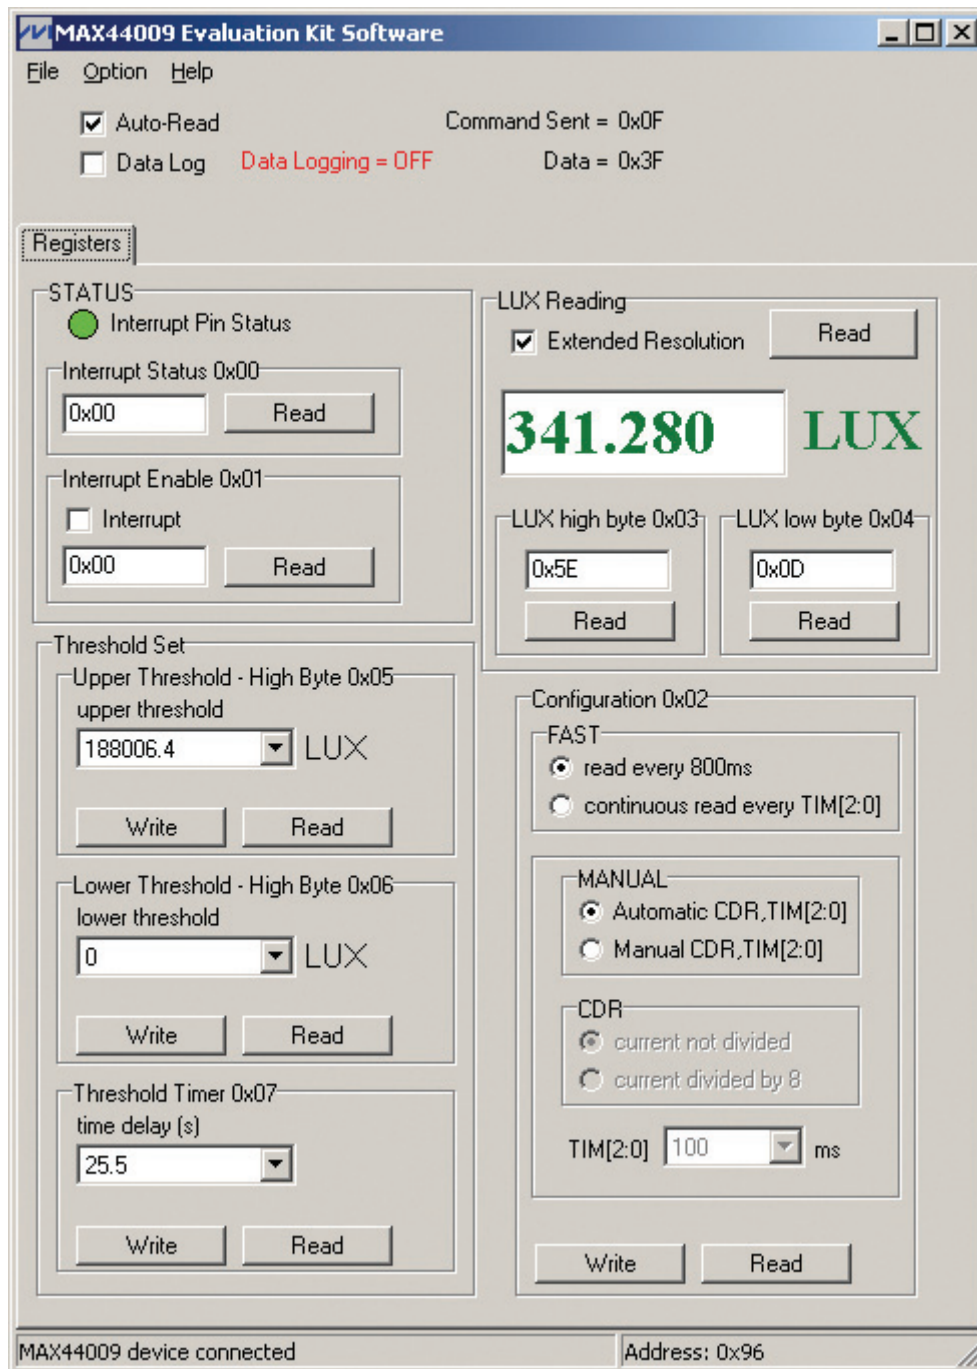
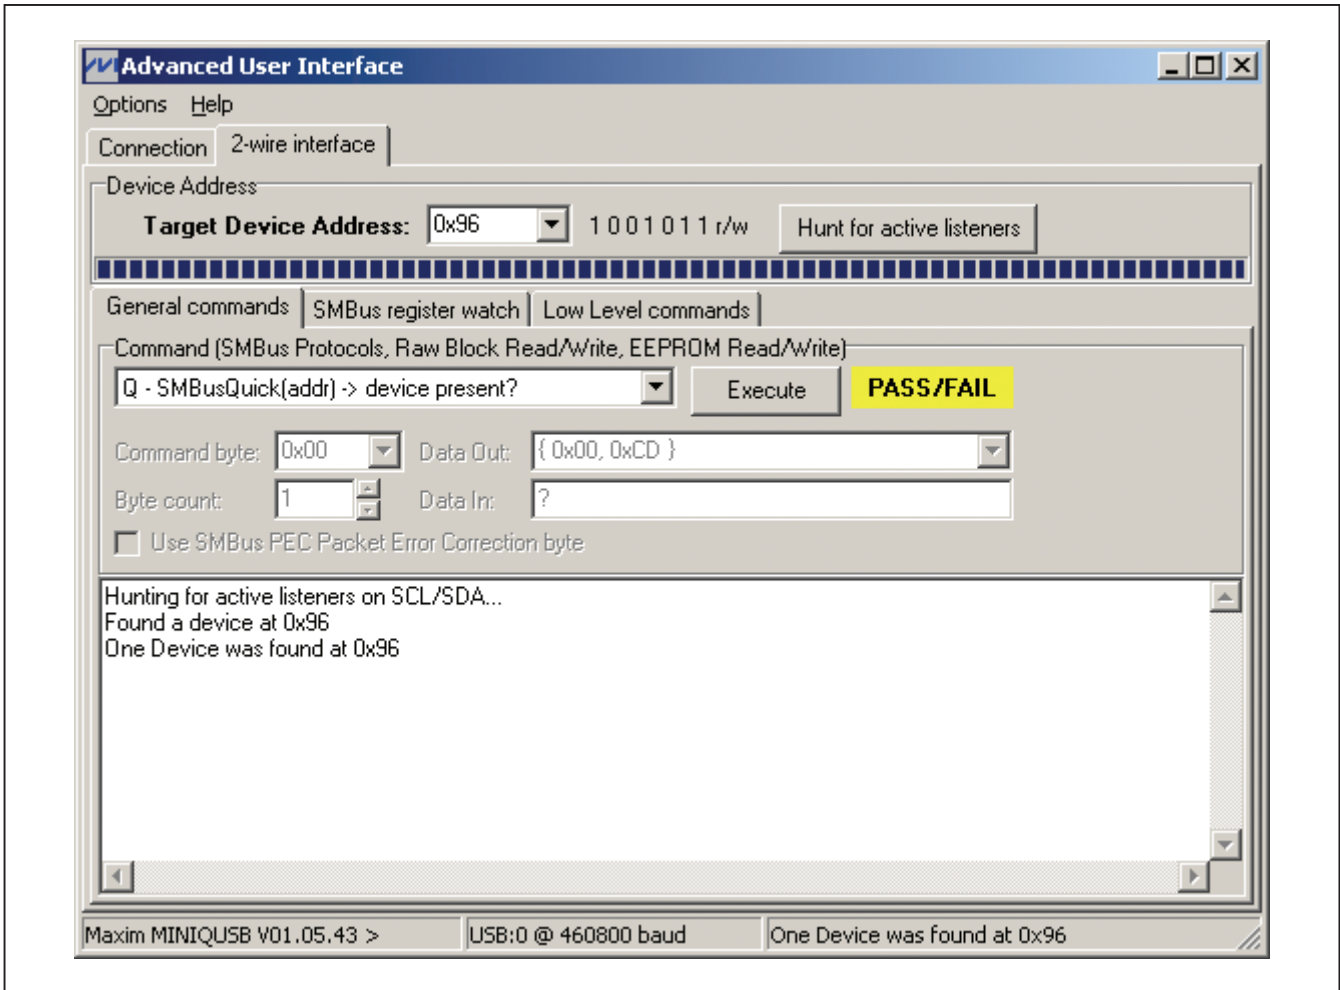

图1. MAX44009评估软件主窗口
图2. MAX44009接口诊断窗口
- 6) 打开**Start | Programs**菜单中的图标，启动评估软件。评估软件主窗口如图1所示。程序自动检测评估板并启动主程序。
MAX44009评估软件GUI(图1)是Windows程序，为控制MAX44009提供便利的途径。评估软件准确读取器件的数字输出并显示环境光流明读数。软件可选择扩展流明测量的分辨率和动态范围。软件还可以设置流明上限和下限、配置中断功能，并可配置其它器件模式。详细信息请参考MAX44009 IC数据资料的**寄存器和位说明**部分。
可通过两种方式与器件通信：评估软件主窗口(图1)或接口窗口，可在菜单栏中选择**Options | Interface (Advanced Users)**调出该窗口。Maxim命令模块接口窗口(图2)包括**2-wire interface**标签页，能够执行常用的命令。